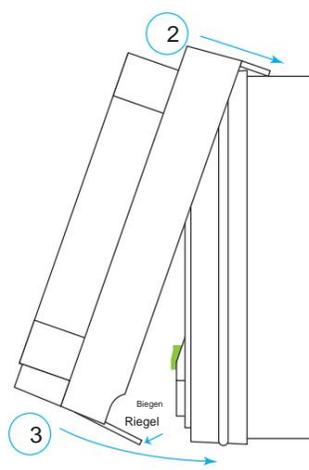

Abb. 6
2. Befestigen Sie die Abdeckung, indem Sie zunächst den oberen Riegel über den Steg und die Gehäuse-naht des IB7000 legen (Abb. 6).
3. Hängen Sie dann den unteren Teil der Abdeckung auf den unteren Teil des IB7000. Bei Widerstand sind die unteren Riegel flexibel und können auf das IB7000 aufgehebelt werden (Abb. 6).